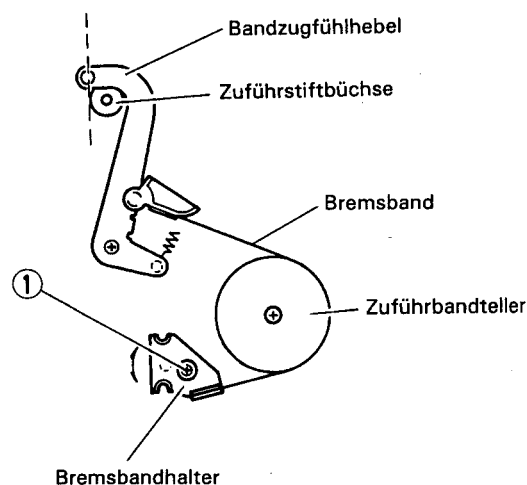

Abb. 1-6-3 Bandzugführlhebelposition
2. Sicherstellen, daß die Mitte des Bandzugführlhebels auf der linken Seite des Zuführ-Führungsstiftes liegt, wie in Abb. 1-6-3 gezeigt.
3. Wenn erforderlich, die Schraube (1) lösen und den Spannbänderhalter nachstellen, um die richtige Bandzugführlhebelposition zu erhalten.